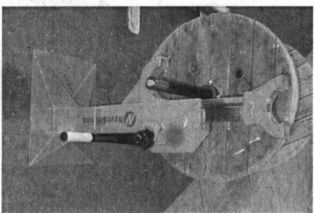

Fig. 1
- Posicione los gatos de forma que los casquillos de giro del eje apoyen sobre el soporte de cada uno de los gatos (vea Fig. 1)